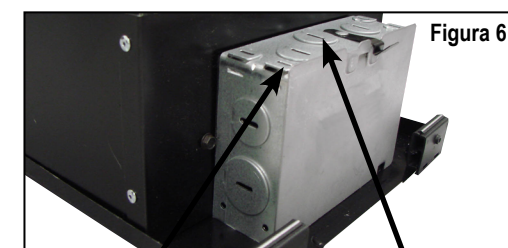

Figura 6
2. Retire la tapa de la caja de empalmes y conecte el servicio eléctrico de la siguiente manera: (Figura 6).